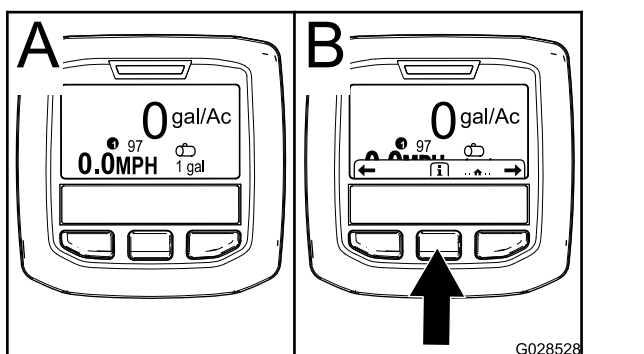

Figure 60
2. L'écran d'accueil s'affiche au bout d'environ 15 secondes. Appuyez sur le bouton de sélection central pour afficher le menu contextuel (Figure 60).